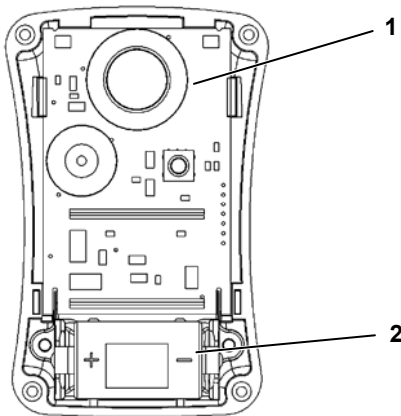

Fig. 9 Sensor en batterij vervangen
- (1) Verwijder de 4 schroeven waarmee beide helften zijn verbonden.
- (2) Verwijder de voorste afdekking zodat u bij de sensor komt (boven in het instrument, vlakbij de alarmlampjes → Fig. 9).
- (3) Verwijder de sensor uit de houders.